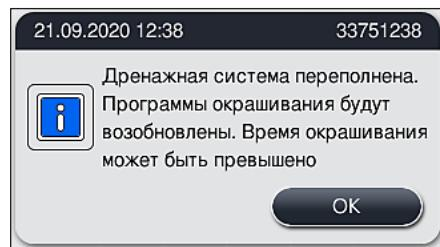

Рис. 121
- После устранения засорения на экране появляется другое сообщение (→ "Рис. 121") с указанием на то, что процесс окрашивания может быть продолжен. Нажмите **OK** (→ "Рис. 121") для продолжения.
1. Если новые попытки очистки оказались успешными и засорение было устранено, уровень воды падает ниже критической отметки. На экране появляется сообщение (→ "Рис. 121"), информирующее пользователя о том, что программы окрашивания могут быть продолжены. Нажмите **OK** (→ "Рис. 121") для продолжения. Возможность запуска программ отображается на экране, и программы в рамках технологического процесса автоматически продолжаются.